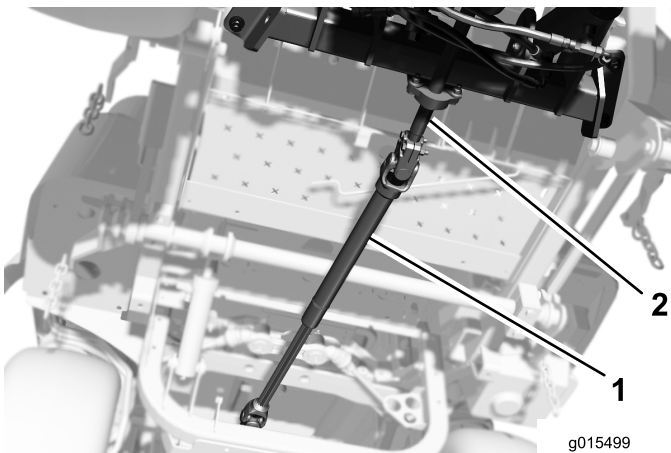

Figura 10
1. Alinee los taladros de montaje del árbol de transmisión con el taladro del eje secundario, y deslice el árbol de transmisión sobre el eje secundario del accesorio (Figura 10).